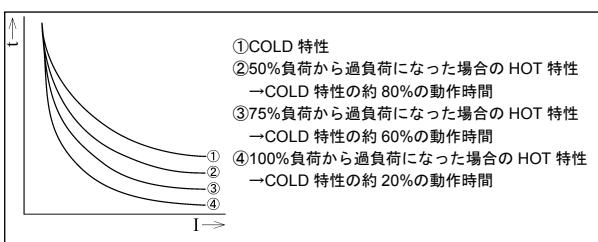

図21 HOT/COLD特性
AGR-21BL (L特性) 形OCRの設定値を表18, 特性を図21~図23に示します。
- ④: NON位置は保護機能を不動作にします。但し、誤って短限時と瞬時 (またはMCR) 引外しを共にNONに設定しようとすると、以下の誤設定防止機能が働きます。
- ⑤: ピックアップ電流値とは、OCRが過電流を判定する際のしきい値です。 $[I_n] \times 1.05 < (\text{ピックアップ電流値}) \leq [I_n] \times 1.2$ の範囲内にあり、ピックアップ電流値を超えると、OCRは引外しの為の時限の計測を始めます。電流が一旦ピックアップ電流値未満になると、時限の計測は解除されます。
- ⑥: HOT特性は、ある負荷状態がある程度継続した後に過負荷状態となった後、通常の長限時引外しの特性 (=COLD特性) よりも短い時間で動作する特性です。出荷時は、COLD特性に設定されています。HOT特性への変更方法は、5-3-6を参照下さい。HOT特性時の負荷状態の記憶は、制御電源喪失時解除されます。HOT/COLD特性の動作時間を図21に示します。
- ⑦: 短限時引外し機能は、長限時引外し機能に対し、優先動作します。短限時引外しより長限時引外しの時限が小さい領域でも、短限時引外し機能の時限で動作します。